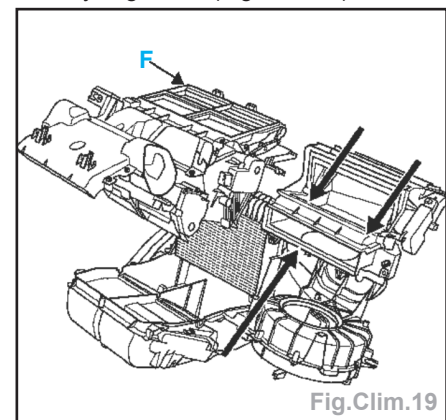

Fig.Clim.19
- la vis (E) de gâche de porte pour permettre le dévissage de la vis (D) de la poutre,
- les trois vis de fixation du volet de recyclage d'air (Fig.Clim.19).